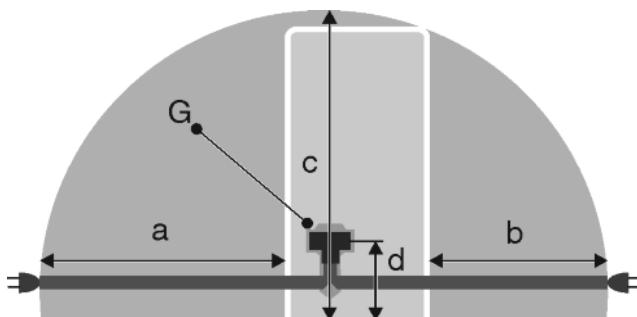

Fig. 46
- Розетка знаходитьться за межами зони задньої стінки пристрою у заданому діапазоні Fig. 46 (a, b, c).
- Штекер пристрою Fig. 46 (G) вставити на задній стінці пристрою. Слід звернути увагу на належну фіксацію.